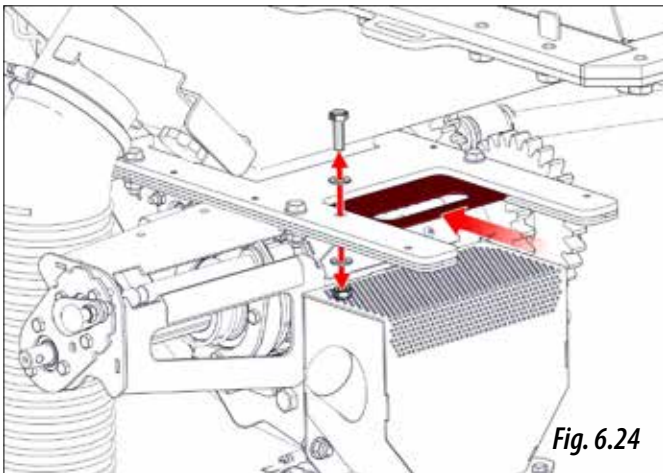

Fig. 6.24
- 1- Close the guillotine door (Fig. 6.24).